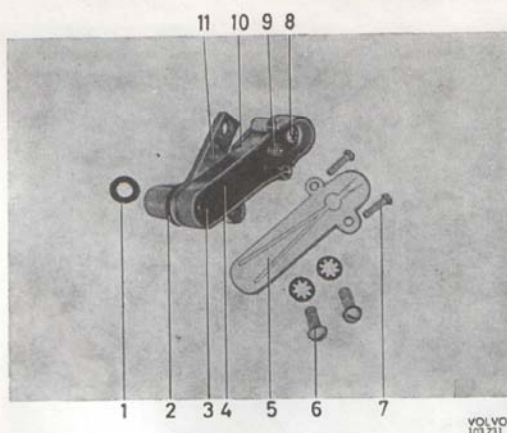

Bild 100. Temperaturkompensator
3. Om tomgångsvarvet tenderar att sjunka kraftigt vid längre tids tomgångskörning, speciellt vid varm väderlek, kontrollera temperaturkompensatorns funktion genom att demontera plastlocket och trycka in ventilen (3, bild 100). Denna skall röra sig för ett mycket lätt tryck och återgå utan kärvning. Detta gäller vid temperatur över 20° C. Ventilen börjar öppna vid 10° C.
skruvarna (6, bild 100). Tag ur den gamla tätningen (1) från förgasaren och lägg i en ny. Placera en ny tätning (2) på temperaturkompensatorn och montera denna.
OBS! Temperaturkompensatorn är märkt: 120° för B 20 A och 60° för B 20 B, se 11, bild 100.